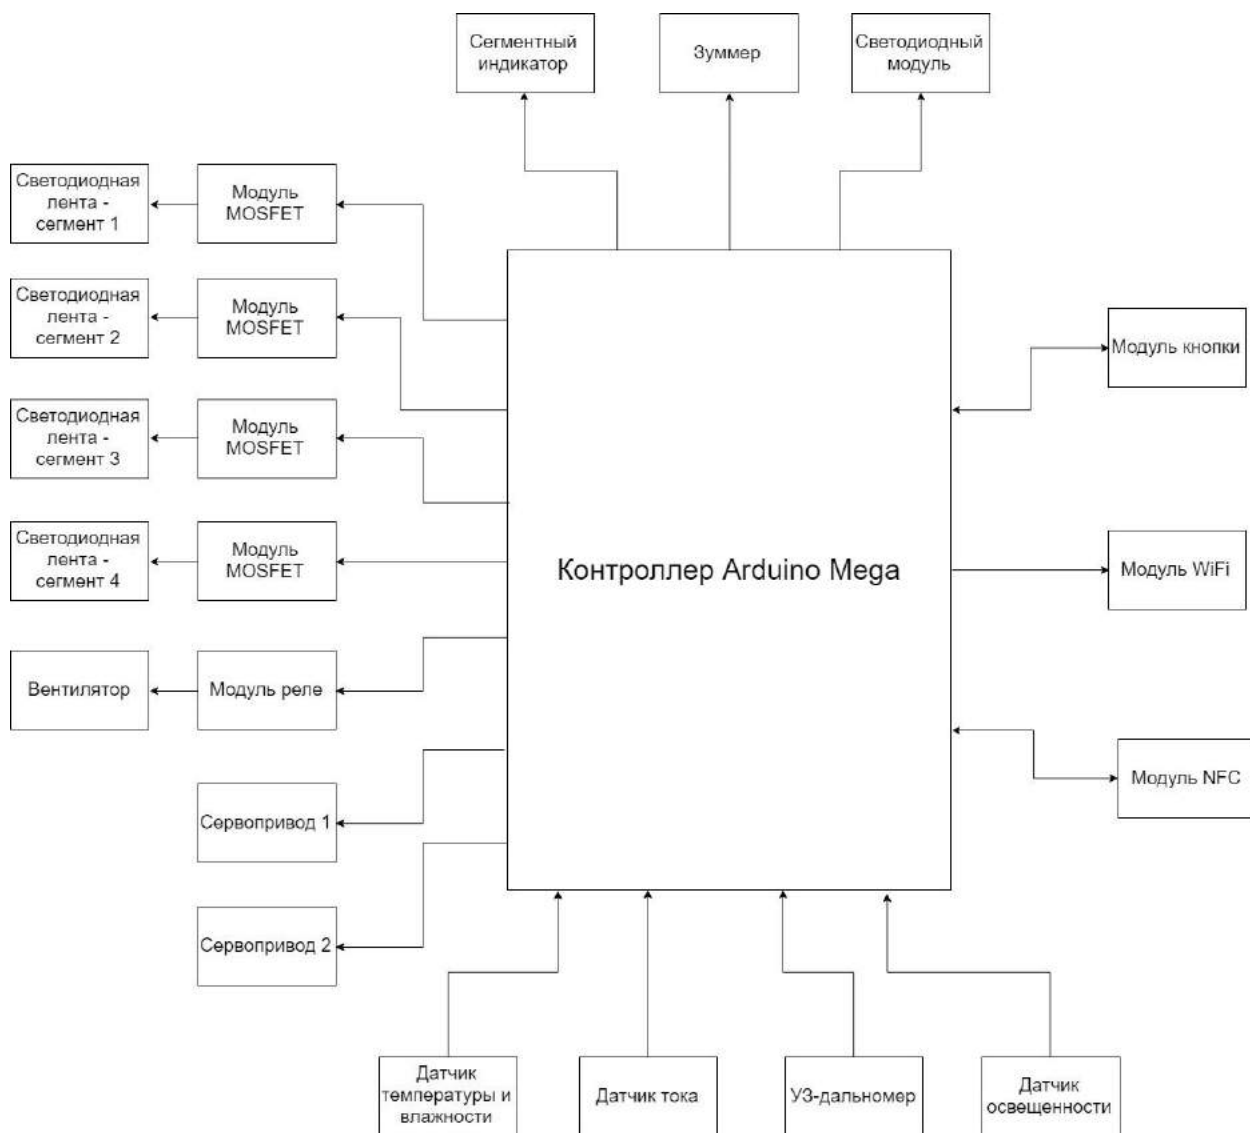

Рисунок 4 – Структурная схема макета
- Разработана структурная схема коммутации электронных модулей (рис. 4).